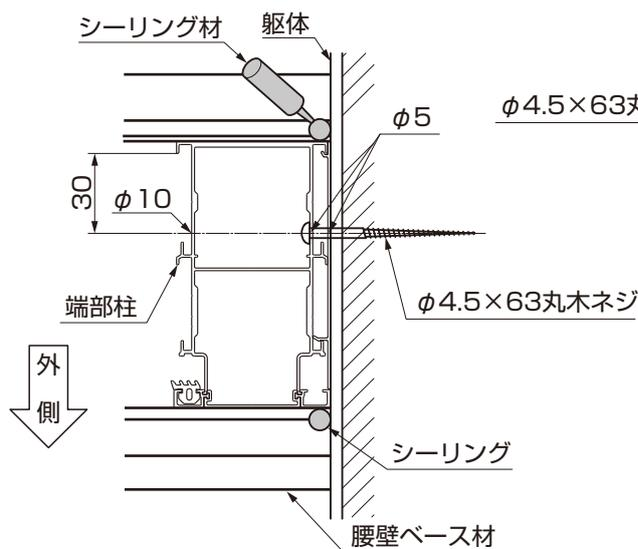
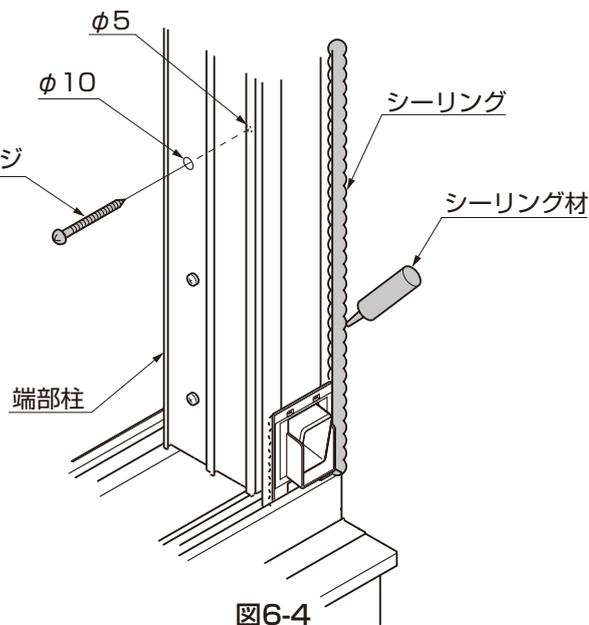

図6-3
図6-4
②端部柱と躯体を、「φ4.5×63丸木ネジ」で取付けてください。(図6-3、図6-4参照)
③端部柱と躯体の取合せ部にシーリングをしてください。(図6-3参照)